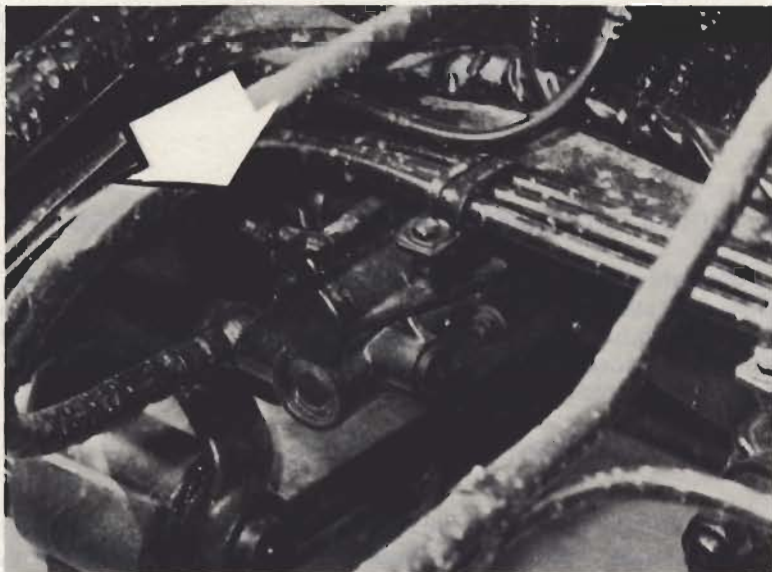

Fig. 4.3. - Tapón de purga, cámara hidro-neumática
2. Adaptar un tubo de goma o plástico al tapón de purga del cilindro oleoneumático (fig. 4.3), introducir el extremo libre del tubo en un recipiente de cristal que contenga líquido de frenos y aflojar una vuelta el tapón de purga.